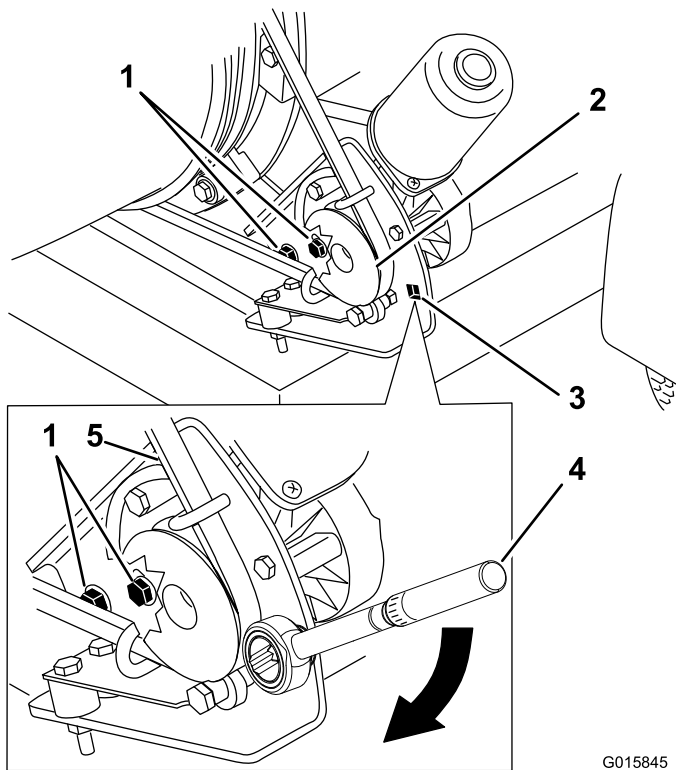

图30
1. 拧开将皮带轮安装支架固定到吹风机机架上的螺栓（图30）。
2. 将扭矩扳手放入皮带轮安装支架（图30）。
3. 将皮带轮安装支架转离出风管、直至扭矩扳手读数为  $22.6 \sim 26.0 \text{ N} \cdot \text{m}$ （图30）。